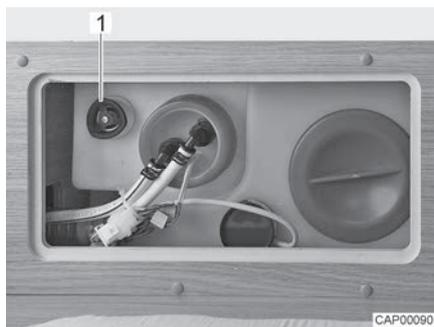

Fig. 75 Depósito de agua con tirador giratorio
- Girar el tirador giratorio (Fig. 75,1) del depósito de agua en sentido contrario a las agujas del reloj sobrepasando la resistencia, para abrir el orificio de salida completamente.